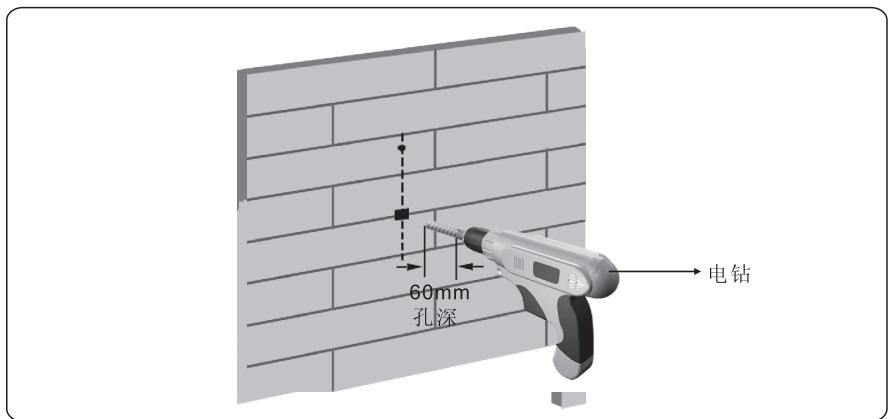

图: 1-7
- 钻孔，孔的直径为10mm，钻深度为60mm(如图1-7)。